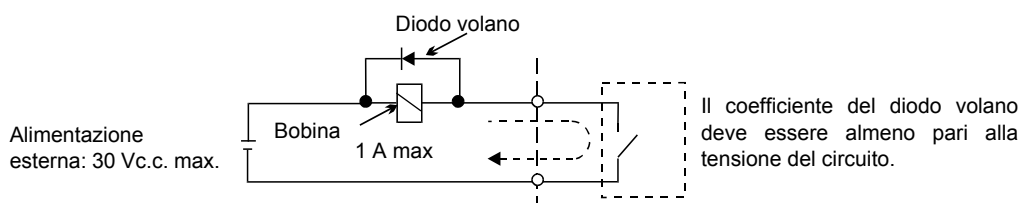

Fig. 2.12 Collegamento del diodo volano
* 3. Quando si aziona un carico reattivo, ad esempio la bobina di un relè con alimentazione c.c., inserire sempre un diodo volano come illustrato nella Fig. 2.12.